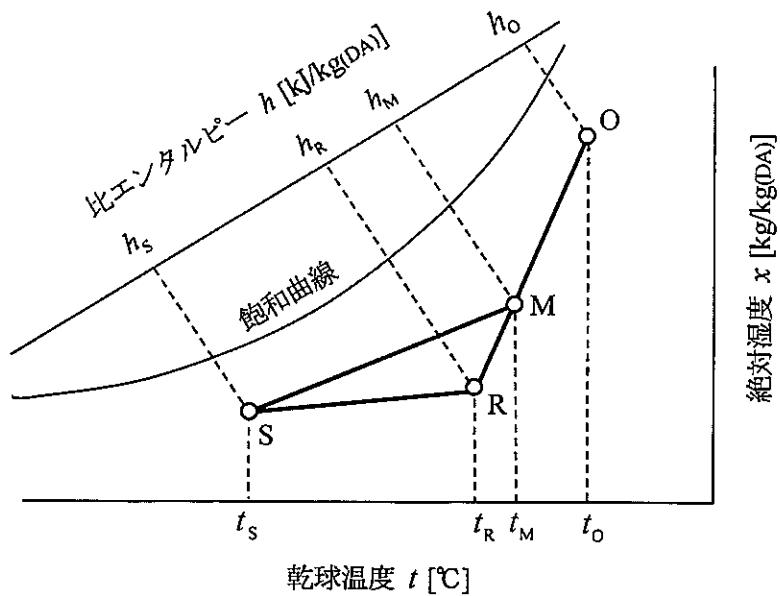

図2 冷房時の空調プロセス
(2) 図2は、冷房時の空気調和のプロセスを湿り空気線図 ( $h-x$  線図) 上に表したものである。